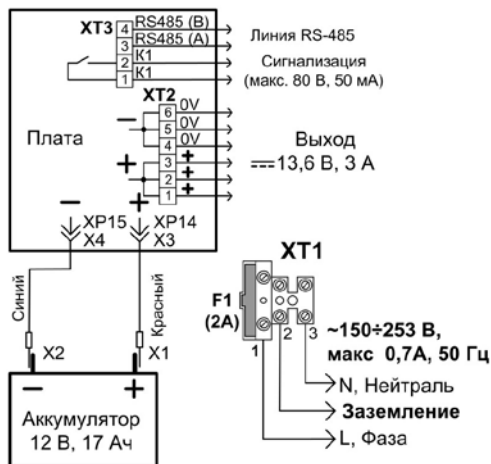

Рис. 3. Схема подключения
При подключении внешнего питающего напряжения 220 В к сетевой колодке ХТ1 необходимо соблюдать правильность подключения проводов «фаза», «нейтраль» и «заземление». Подключение цепей к РИП производить в соответствии с рис. 3. Схема подключения расположена на внутренней стороне корпуса РИП.
2.3.1 Проверить правильность произведённого монтажа в соответствии со схемой подключения РИП (рис. 3).